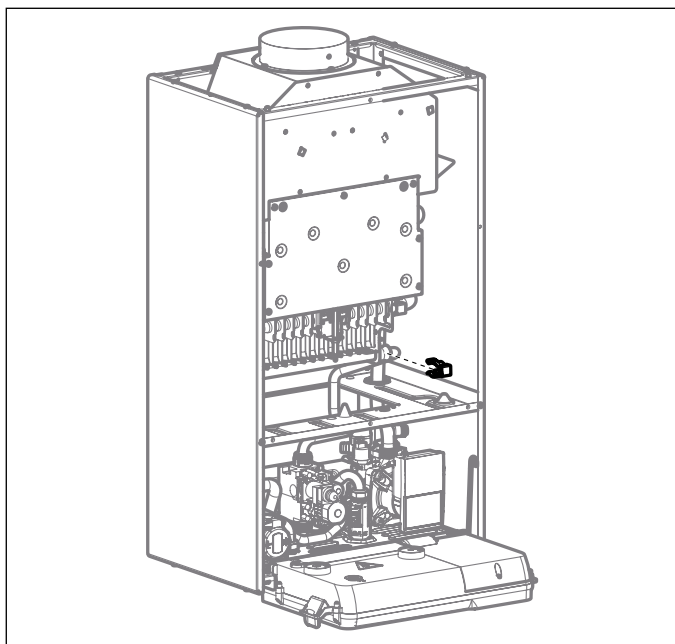

Abb. 13 Steckclip Gasverteiler
- Steckclip am Gasverteiler entfernen (siehe Abb. 13).